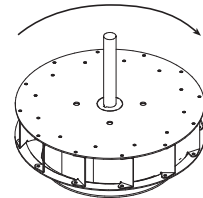

Figure 9
3. Mettre brièvement l'appareil sous tension pour vérifier le sens de rotation de la turbine (vue depuis le côté arbre). Elle doit tourner dans le sens des aiguilles d'une montre, comme illustré à la Figure 9 et indiqué par la flèche de rotation apposée sur le caisson. Si la turbine tourne dans le mauvais sens, inverser deux des conducteurs de câblage ou vérifier le câblage du moteur s'il est monophasé. La vitesse de rotation de la turbine doit être contrôlée à l'aide d'un tachymètre.